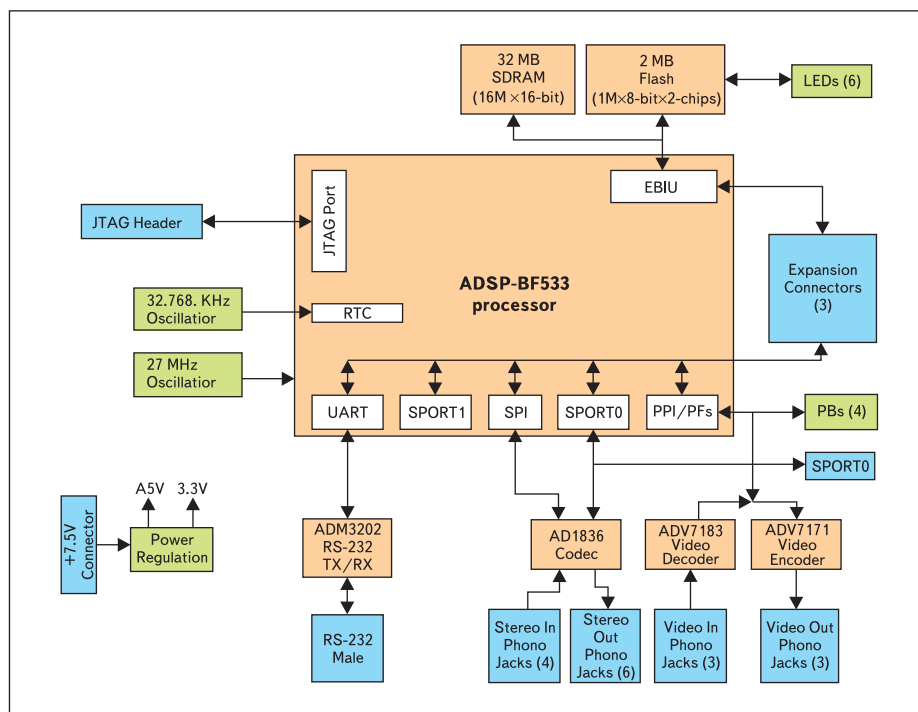
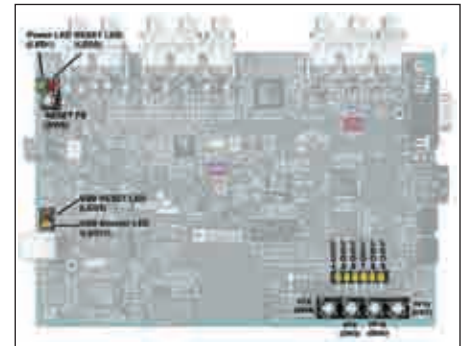

Рис. 5. Функциональная схема платы ADSP-BF533 EZ-KIT Lite
Рис. 6. Светодиоды и кнопки на ADSP-BF533 EZ-KIT Lite
Рассматривая рис. 5, с удивлением обнаруживаем, что наши светодиоды подключены не напрямую к портам вывода ADSP-BF533, а через Flash-память! А со стороны самого процессора они поддерживаются все еще пока для нас загадочным EBIU. Но зато становится ясно, почему разнесены в разные функции Init_EBIU() и Init_Flash(). Совсем пока не очевидно, что кнопка, изменяющая направление «бегущих огней», имеет связь с зеленым прямоугольником в правой части PBs (4). Но тогда взгляните еще раз на саму плату (рис. 6) с выделенными светодиодами и кнопками и на таблицу 1.